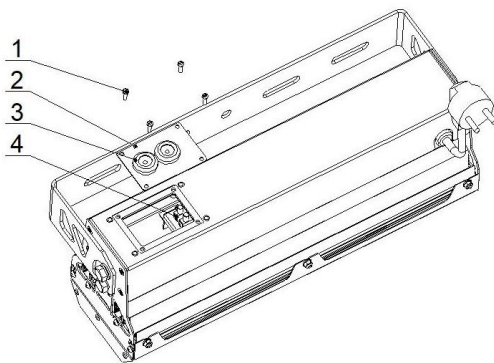
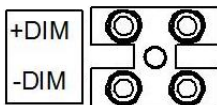

Рисунок 1. – Схема подключения прожектора.
Рисунок 2. Клеммник подключения управления
5.3. Открутить винты (поз.1, рис.1), снять крышку (поз. 2, рис.1), проколоть кабельный ввод (поз.3, рис.1) в центре, провести через него кабель управления. Закрепить провода кабеля управления в клеммнике (поз. 4, рис.1) согласно схеме подключения на рис. 2.
Провода управления закрепить в клеммниках согласно маркировке (рисунок 2).